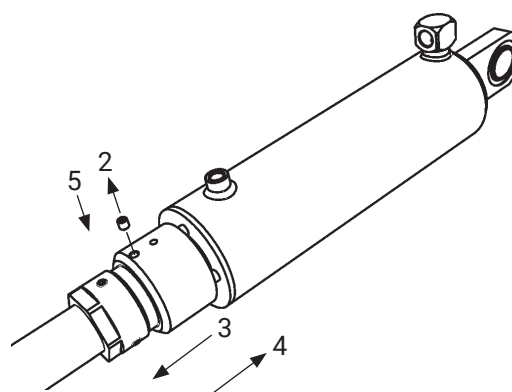

Bild 35. Anslag och dess låsskruv
2. Lossa anslagets låsskruv (2). Skruva anslaget helt tillbaka i riktning mot plattformen (3). Bild 35.
4. Justera anslaget helt mot cylinderns topp (4). Bild 35.